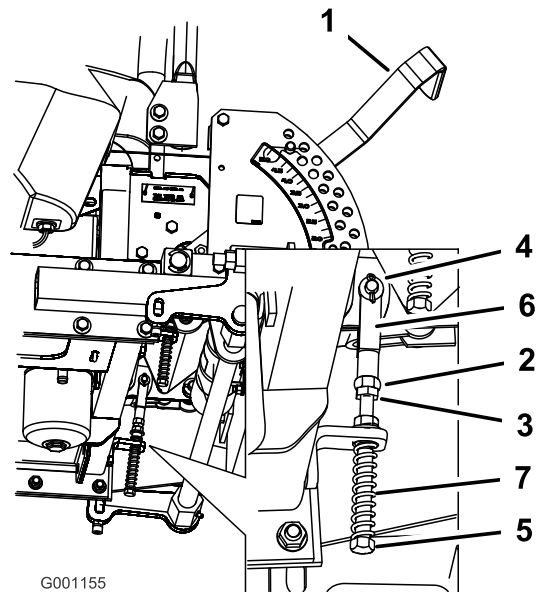

Bild 74
8. Sollte eine Einstellung erforderlich sein, lockern Sie die Mutter und die Klemmmutter gegen das Joch (Bild 74).
9. Drücken Sie den Fahrtriebshebel leicht nach hinten, drehen Sie den Kopf der Einstellschraube in die entsprechende Richtung, bis der Schalthebel in der Neutralsperrstellung zentriert ist (Bild 74).
10. Ziehen Sie die Mutter und die Klemmmutter an (Bild 74).